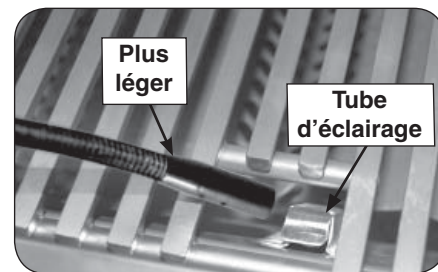

Fig. 22-2 - Éclairage manuel
**ATTENTION:** Attendez toujours cinq (5) minutes le gaz pour se dégager après que n'importe quelle tentative non réussie d'éclairage.
2. Passez un allumeur brûlant de butane de long-baril ou une allumette brûlante de long-tige dans la grille à cuire s'ouvrant au dessus du tube d'éclairage. (Fig. 22-2). Pour des backburners, tenez la flamme contre le surface du backburner.
4. Si le brûleur ne se allume pas dans les cinq (5) secondes de tourner le bouton de commande, enfoncez immédiatement le bouton et tournez la valve à AU LOIN. ATTENDEZ CINQ (5) MINUTES avant de répéter les étapes 2 à 4 des instructions manuelles d'éclairage.